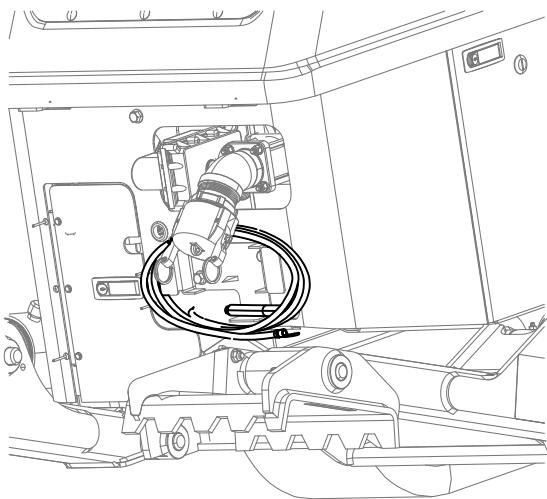

Рисунок 59
- 1. Удалите кол заземления с держателя на стороне платформы оператора (Рисунок 59).